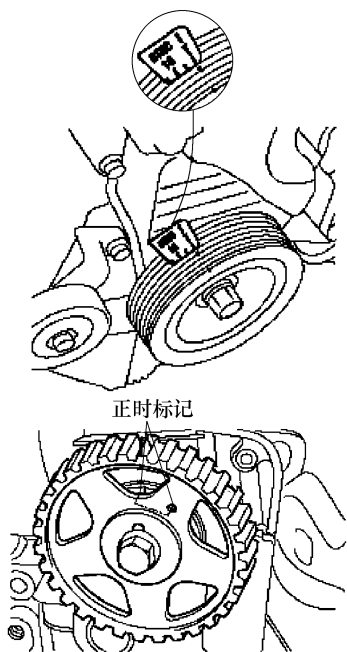

图 8-40 设置 1 缸活塞于压缩行程 TDC 位置
10) 如图 8-40 所示转动曲轴带轮, 并对齐它的导槽和正时带盖的正时标记“T”。检